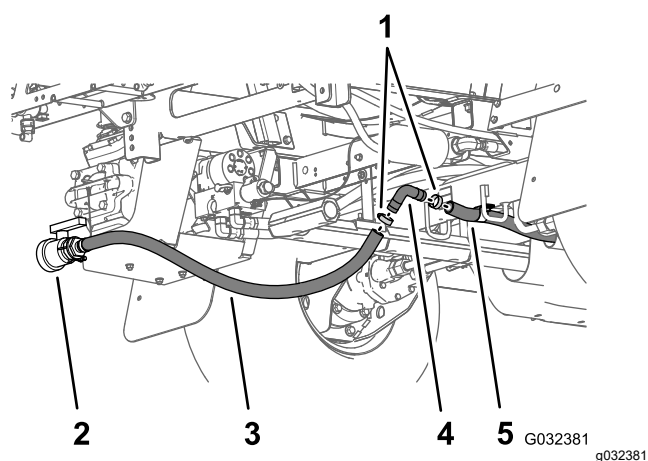
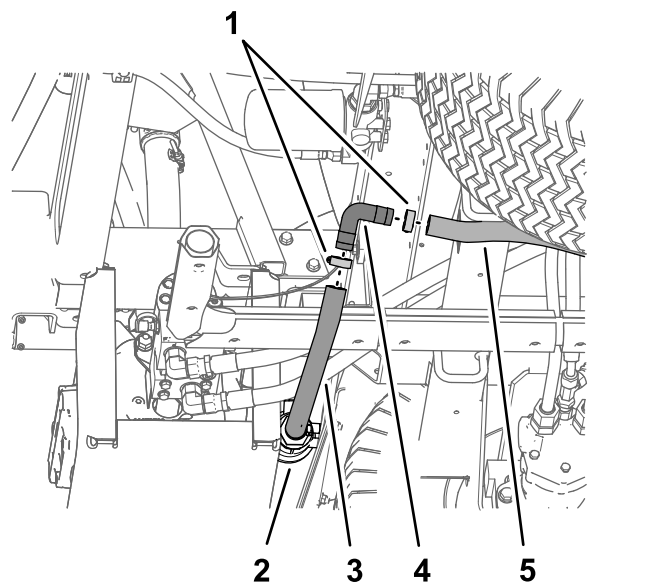

Рисунок 46
Рисунок 47
8. Вставьте прямоугольный штуцер типа «елочка», снятый при выполнении пункта 3, в шланг сливного крана и задний сливной шланг бака (**Рисунок 46** и **Рисунок 47**).
9. Закрепите прямоугольный штуцер типа «елочка» и сливные шланги при помощи 2 шланговых хомутов, снятых при выполнении пункта 2 (**Рисунок 46** и **Рисунок 47**).